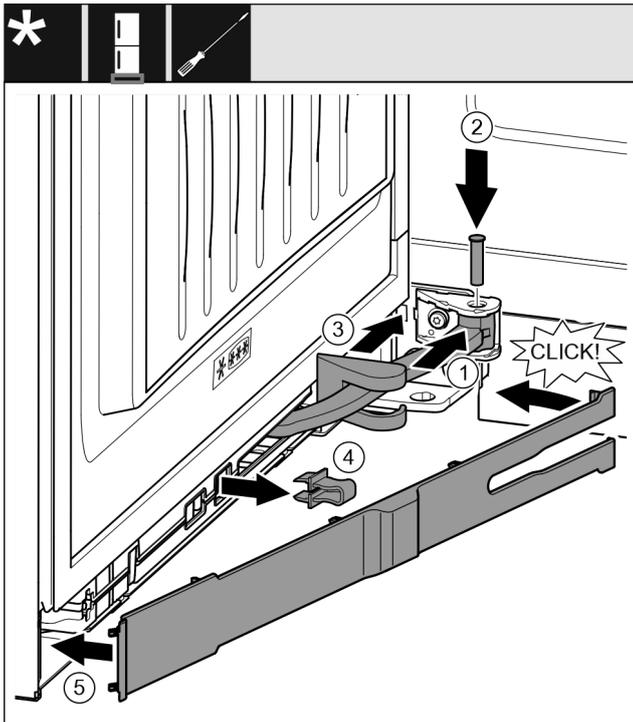

Fig. 39
- ▶ Tourner la jointure dans la fixation. Fig. 39 (1)
- ▶ Insérer le boulon dans la fixation et la jointure avec un tournevis T15. Veiller à ce que l'ergot soit bien en place dans la rainure. Fig. 39 (2)
- ▶ Faire glisser le couvercle du support de palier le long de la jointure et le monter au-dessus de la fixation. Fig. 39 (3)
- ▶ Retirer la fixation. Fig. 39 (4)
- ▶ Placer le cache côté poignée et le faire basculer. Fig. 39 (5)